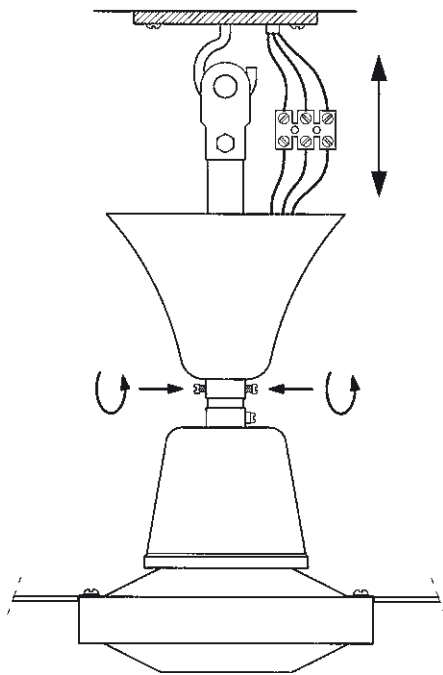

Fig 7
3.- Destornille los dos tornillos situados en la base de la copa decorativa y podrá acceder más fácilmente al punto de anclaje y a la regleta de conexión. Cuelgue el conjunto motor mas soporte (**B**) en el gancho de la plancha de colgar (**A**) (previamente fijada en el techo). (**Fig.7**)